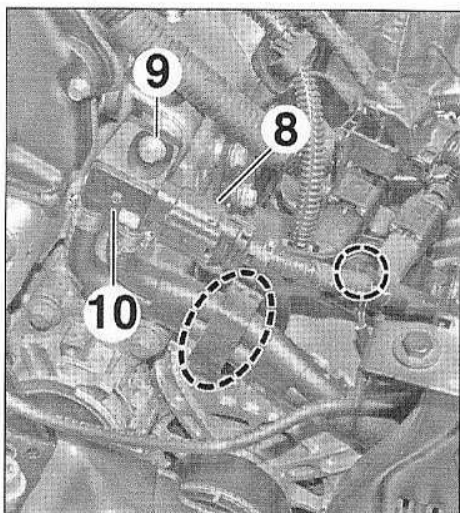

FIG.17
- Débrancher le connecteur (8) (Fig.17).
- Déposer la vis (9).
- Écarter le capteur de pression différentielle (10).